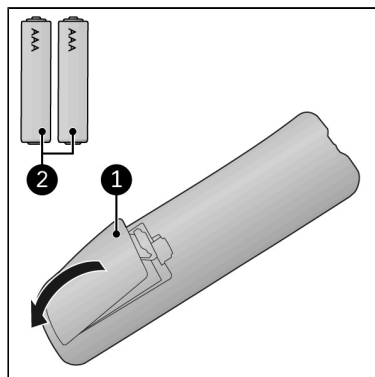

Figure 62.
1. Retirez le couvercle du compartiment à piles (Figure 62, pos. 1).
3. Insérez deux piles (AAA 1, V) (Figure 62, pos. 2) comme indiqué dans le compartiment. Veillez à insérer les piles correctement.